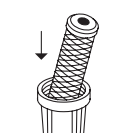

Figura 29.
7. Remueve la envoltura del nuevo Cartucho y colócalo centrado y hasta el fondo del vaso del Purificador (ver Figura 29).